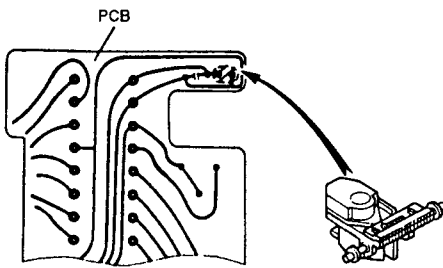

Fig. 4-1
- Before removing the pickup assembly be sure to solder -bridge where indicated in the inset (Fig. 4-1) to prevent the laser diode from being electrostatically damaged. After replacing the pickup assembly, be sure to unsolder the antistatic bridge. Or else the laser diode does not function.
- ピックアップ ASSY を外すときは、レーザーダイオードの静電破壊防止のため、必ず斜線部分 (Fig. 4-1) を半田ブリッジしてから作業をしてください。また、取り付ける場合も取り付けた後に半田ブリッジを外してください。半田ブリッジをしたままではレーザーダイオードは動作しません。